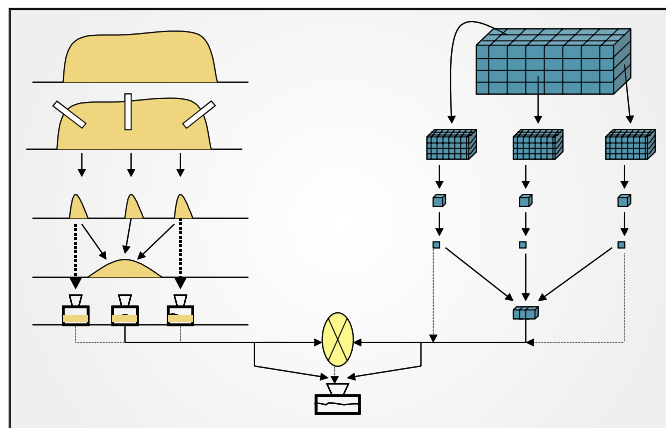

Figura 1. Redução do tamanho da amostra para análise
A figura 1 ilustra a dificuldade de se reduzir o tamanho da amostra para ser analisada. Concluímos que o quanto amostrar sempre será subjetivo, porém, com alguma ciência aplicada (no sentido de haver um procedimento, uma ferramenta) que possa resultar numa discussão ou numa normatização (2).